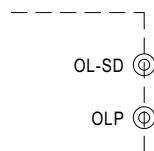

图 5.2 移除CN3的短路连接器
- (2)移除CN3的短路连接器,如图5.2所示,过载保护模式为持续恒电流限制